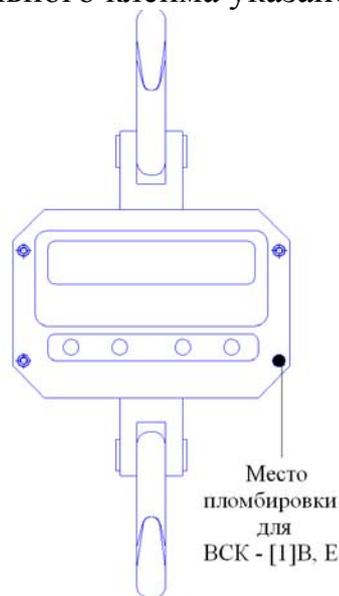

Рис. 3 Схема пломбировки весов ВСК от несанкционированного доступа
7.2 Наличие оттиска поверительного клейма проверяют при периодической поверке. Место нанесения оттиска поверительного клейма указано на рис.3.